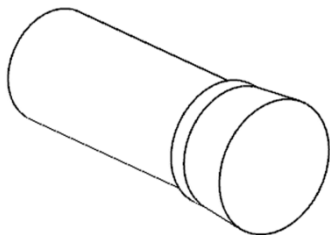

图 6-26 只显示第 2 层的旋转体
(43) 选取“菜单 | 格式 | 图层设置”命令，关闭其他图层，只显示第 2 层的实体，如图 6-26 所示。